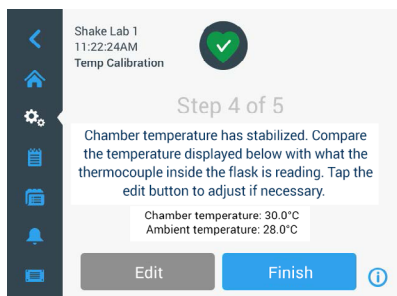

Figure 116 : Étalonnage : Chambre stabilisée avec succès à la température d'étalonnage
Un état stable est indiqué par le message **La température de la chambre s'est stabilisée**, comme représenté sur la Figure 116 ci-dessous.
- » Dès que l'écran représenté sur la Figure 116 s'affiche, comparer régulièrement la lecture de la température de votre thermocouple. Si vous jugez la température stable, vous pouvez soit appuyer sur la touche **Modifier** pour corriger, soit appuyer sur la touche **Terminer** pour terminer le processus d'étalonnage.